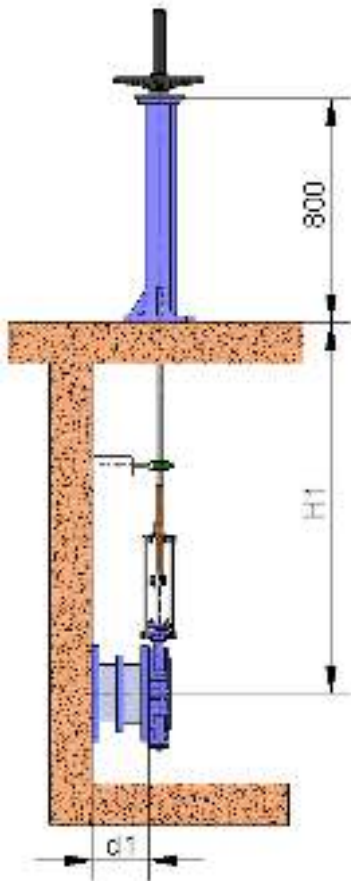

fig. 9
- La columna de maniobra estándar es de 800mm de altura (fig. 9). Otras medidas de columna bajo consulta.